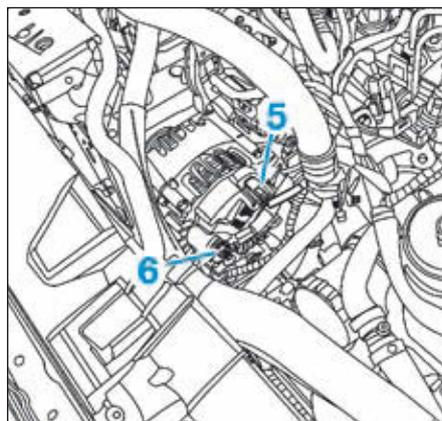

FIG.9
- Débrancher le connecteur (5) d'excitation de l'alternateur (Fig.9).
- l'écrou (6) de la borne positive de l'alternateur,